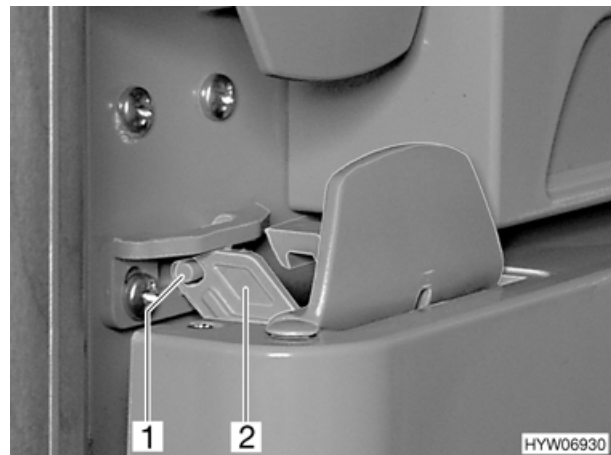

Bild 83 Kühlschranktür in Lüftungsstellung (Variante 2)
- Verriegelung (Bild 83,2) aufklappen und am Stift (Bild 83,1) einrasten. Die Kühlschranktür bleibt damit leicht geöffnet.